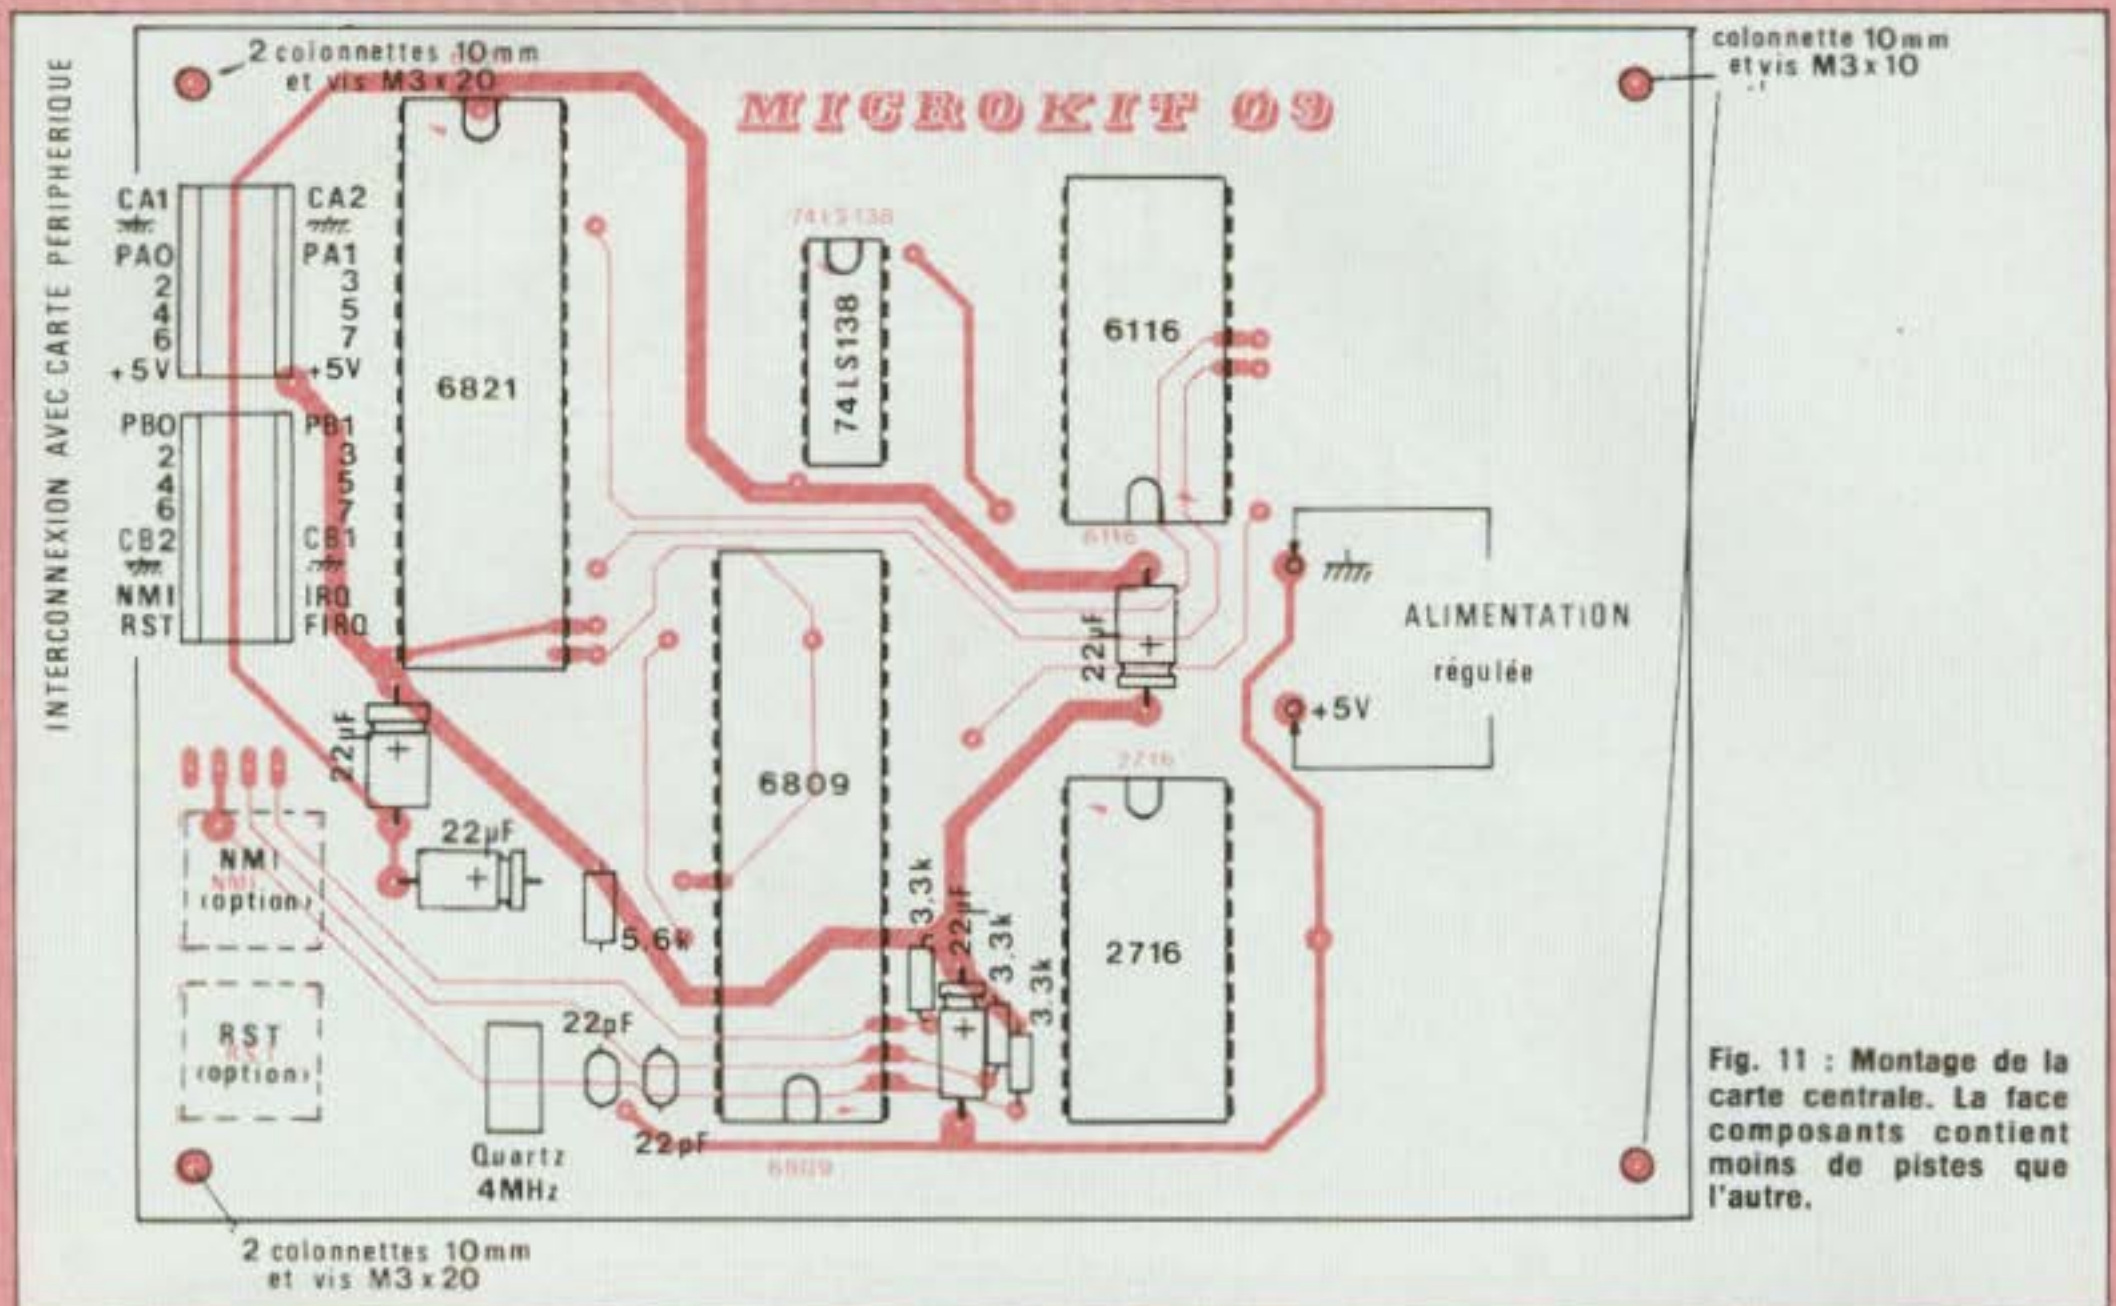

Fig. 11 : Montage de la carte centrale. La face composants contient moins de pistes que l'autre.
Voici quelques indications pour faciliter le montage de la maquette. Pour le montage des composants, s'aider des schémas des C.I. (fig. 11 à 13).
1. Montage de la carte centrale (petite carte) - Voir figure 11.